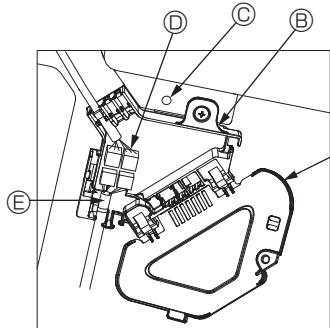
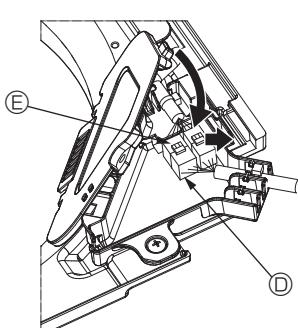

Fig. 10-8
Fig. 10-9
- ① Usunąć jedną śrubę mocującą pokrywę skrzynki złączy, a następnie otworzyć pokrywę.
- ② Pewnie połączyć złącze przewodu łączącego silnika żaluzji i złącze przewodu silnika panelu żaluzji w skrzynce złączy. (Fig. 10-8)
- ③ Zamknąć pokrywę skrzynki złączy.
- Podczas zamknięcia pokrywy skrzynki złączy należy przesunąć pokrywę w kierunku wskazanym przez strzałkę i upewnić się, że występ jest pewnie włożony. (Fig. 10-9)